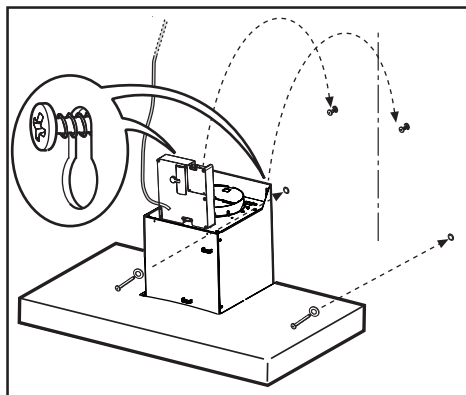

Bild 11
- Die Schrauben (und die Unterlegscheibe Unterlegscheiben!) hereinfuegen und sie in die Loecher befestigen um eine endgueltige Befestigung zu machen (**PFLICHT!!**) nach diesem, nachdem sie die Einrichtung der Dunstabzugshaube nachgeprueft haben, ALLE DIE SCHRAUBEN BEFESTIGEN , weder die untere noch die obere. **Bild 11**